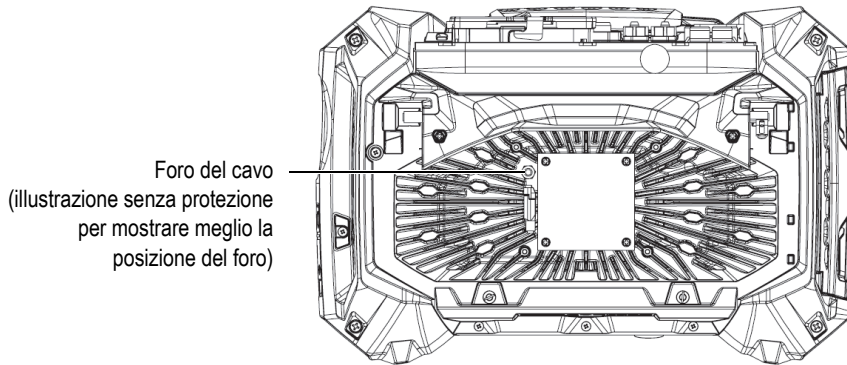

Figura 4-1 Interno del gruppo ventola di raffreddamento (protezione rimossa per mostrare il foro del cavo)
1. Verificare la presenza di polvere o sporco nelle aperture della ventola, provvedendo alla loro rimozione mediante aria compressa in tutte le direzioni dall'esterno del telaio (pressione massima di 207 kPa) tuttavia non soffiare l'aria direttamente nel foro del cavo nel gruppo ventola (Figura 4-1 a pagina 55).